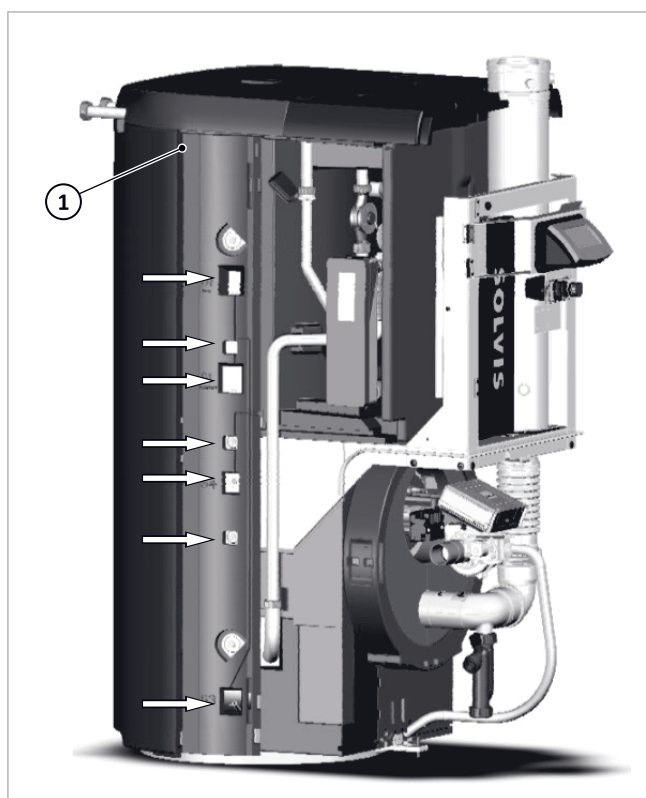

Fig. 126: Tappi in non tessuto lato sinistro
1. Prendere il sacchetto con i tappi in non tessuto per chiudere le fessure dell'isolamento posteriore del contenitore (conf. frecce in → Fig. 124, Fig. 125 e Fig. 126).